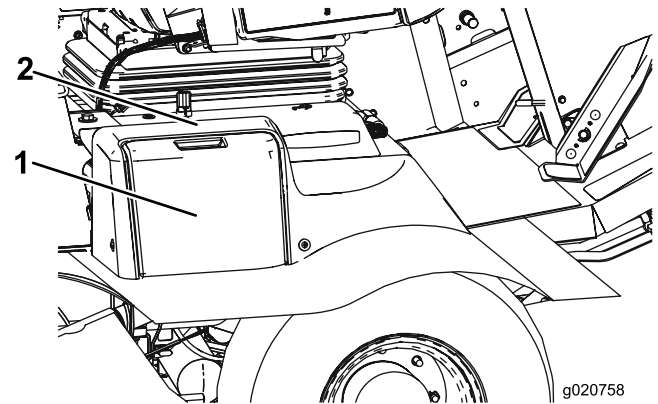

Figura 51
1. Abra la tapa de la batería, situada en el lado de la cubierta (Figura 51).
Nota: Presione hacia abajo sobre la superficie plana situada encima de la tapa de la batería para facilitar la apertura de la tapa (Figura 51).